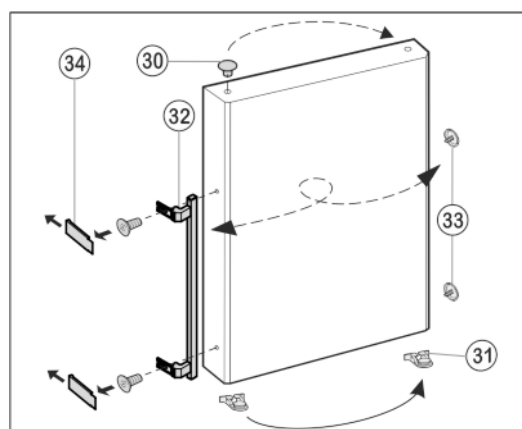

Fig. 12
- ▶ Zátky Fig. 12 (30) vyjměte z pouzdra ložisek dvířek a přemístěte je.
- ▶ Madlo dveří Fig. 12 (32), zátky Fig. 12 (33) a krycí destičky* Fig. 12 (34) odmontujte a přemontujte na protější stranu.